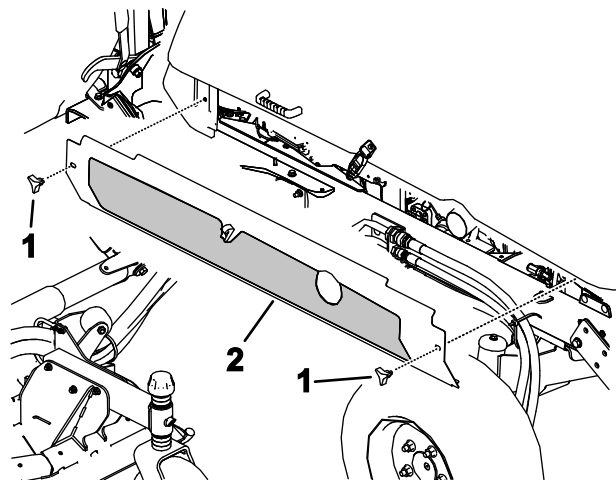

Figura 108
4. Desaperte os manípulos e retire os resguardos de ambos os lados (Figura 108).
5. Instale os resguardos laterais (Figura 108).